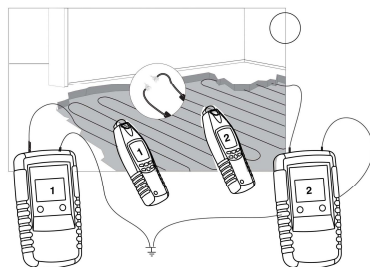

figure 8
- . • Toutes les lignes non requises doivent être reliées à la terre auxiliaire, conformément à la figure 8.